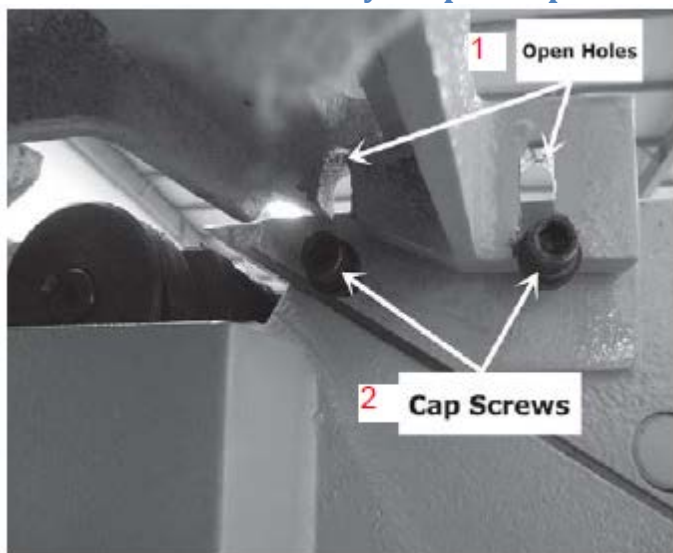

Рис. 23: 1 – отверстия, 2 – винты
3. Совместить два отверстия на суппорте с двумя винтами (рис. 23).